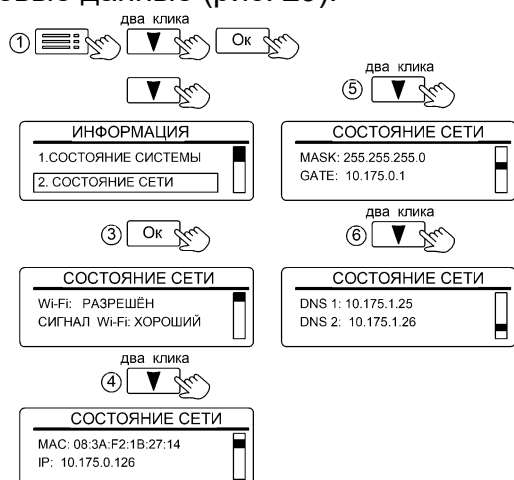

Рисунок 29. Вид вкладки «СОСТОЯНИЕ СЕТИ»
11.3.2 Окно «2.СОСТОЯНИЕ СЕТИ» отображает уровень Wi-Fi сигнала и сетевые данные (рис. 29).